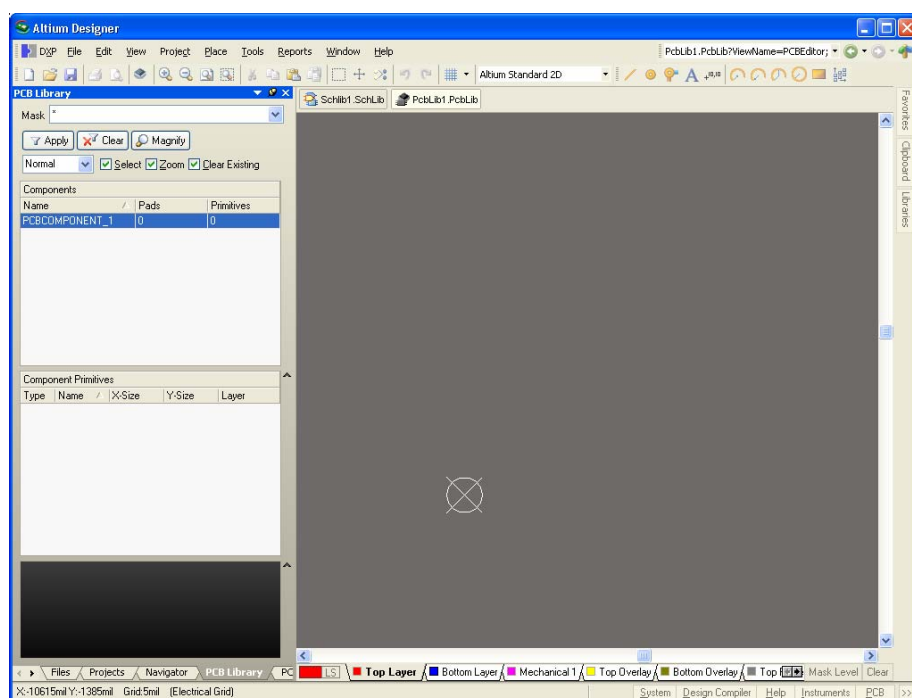

図 39 フットプリントを作成する準備ができた新規の PCB ライブラリ
4. PCB Library Editor ワークスペースのグレー領域をクリックして、図 39 のようなグリッドが表示されるまで **PageUp** キーを数回押します。